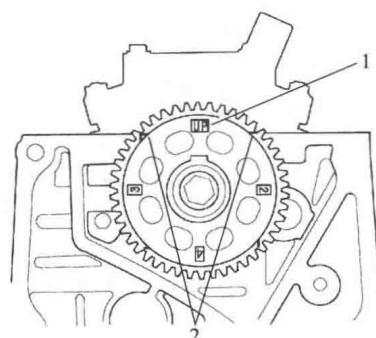

图 1-1-26
(2) 将凸轮轴设定到 TDC。凸轮轴链轮上的“UP”标记 1 应在顶部, 并且凸轮轴链轮上的 TDC 凹槽 2 应与气缸盖的顶部边缘对准, 如图 1-1-26 所示。